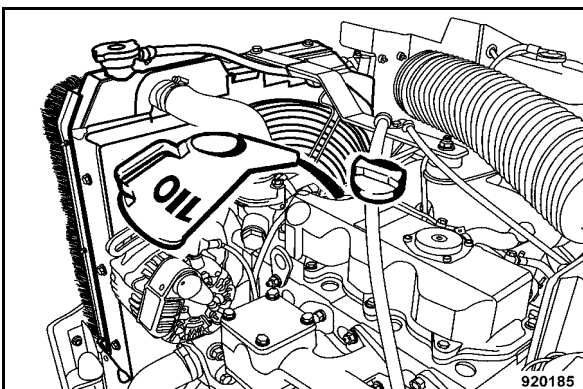

Fig. 137
- Remplir l'huile moteur neuve (Fig. 137) .